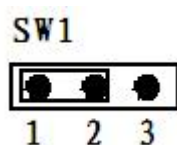
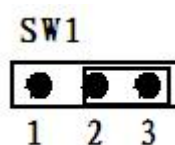

图 1
图 2
- 4) 模块内部的跳线 SW1 用来恢复出厂模式, 上电前将跳线帽置于图 1 所示位置, 上电后模块指示灯快速闪烁 3 次, 待指示灯闪烁停止后, 再断电, 将跳线帽置于图 2 所示位置, 此时模块已经完成复位。